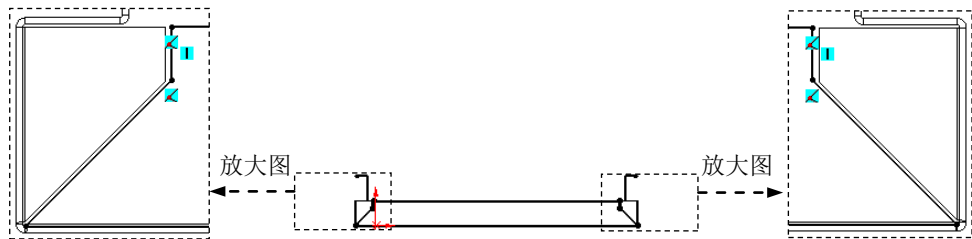

图 17.6.24 横断面草图
(5) 编辑边线一法兰 12 的草图。在设计树中的  **边线-法兰12** 上右击，在系统弹出的快捷菜单中单击  命令，系统进入草图环境。绘制图 17.6.24 所示的横断面草图。退出草图环境，此时系统完成边线一法兰 12 的创建。